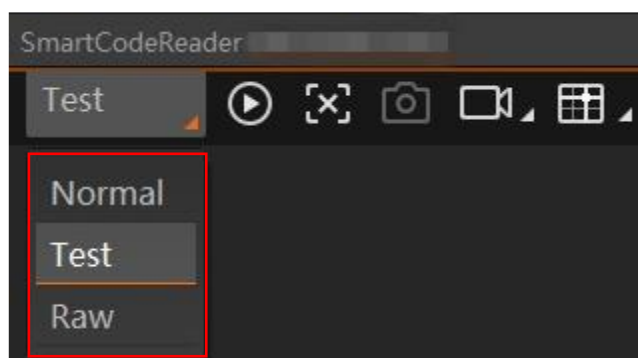

图2-8 运行模式设置
3. 通过“预览窗口”区域左上角下拉选择设备的运行模式，如图 2-8 所示。